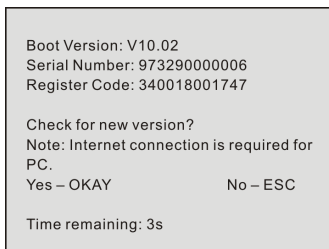

Figure 7-6
2. Si une version plus récente est trouvée, un écran semblable à la Figure 7-6 s'affichera.